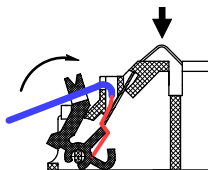

Рисунок 3
- ввести в канал провод и зафиксировать его, поджав кнопку-зажим до упора (рисунок 3);
- проверить надежность соединения для чего необходимо надавить на изгиб контакта, имитируя нажим датчиком (рисунок 3) и потянуть провод на себя;
- завести провод в паз, расположенный на кнопке-зажиме (рисунок 3).